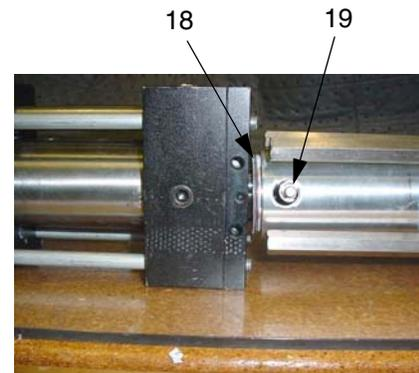

FIG. 5
9. Coloque el eje de la bomba A en la horquilla del cilindro hidráulico. Alinee los orificios y coloque el pasador de horquilla (19) en el orificio con un extractor de pasadores de horquilla (15). Vea FIG. 5.